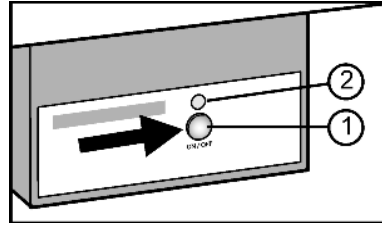

Fig. 6
- ▶ Taste On/Off Fig. 6 (1) drücken, so dass die LED Fig. 6 (2) leuchtet.